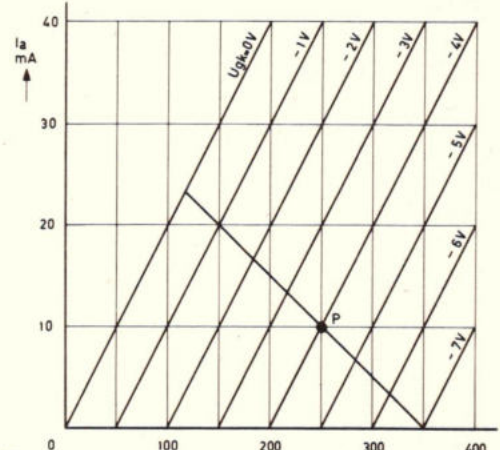

Fig. 17.
B 4 a. Volgens de gegevens is het instelpunt het in fig. 17 aangegeven punt P. De anodestroom is dus 10 mA. De negatieve rooster spanning wordt gevormd door de spanning op R_k ; deze is dus 4 V en de waarde van deze weerstand is $R_k =$
c. In fig. 17 is de belastingslijn getekend, gaande door P en door het punt $U_{ak} = 350 \text{ V}$. (De spanning op de kathode blijft bij uitsturing met wisselspanning gelijk aan 4 V.) We zien hieruit dat de maximale topwaarde van de onvervormde uitgangsspanning bedraagt $350 - 250 = 100 \text{ V}$.